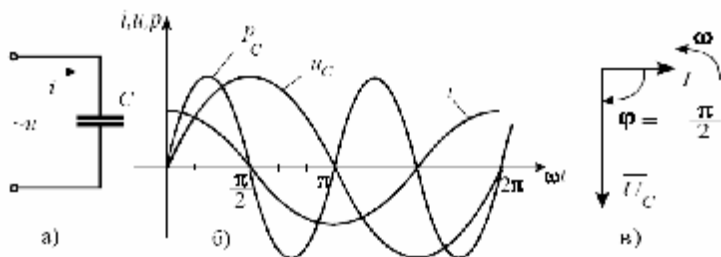

Рис. 3. Схема, временная и векторная диаграммы цепи с идеальным емкостным элементом
Если цепь переменного тока содержит конденсатор с емкостью C , к которому приложено синусоидальное напряжение u (рис. 3(а)):
Из (15) следует, что ток в цепи с емкостью опережает приложенное напряжение на угол $\frac{\pi}{2}$. Временная и векторная диаграммы изображены на рис. 3(б) и 3(в).
График мгновенной мощности приведен на рис. 3(б). В первую четверть периода направления напряжения и тока совпадают и $p > 0$, т.е. емкостной элемент потребляет энергию от источника, которая запасается в электрическом поле. Во вторую четверть периода направления напряжения и тока противоположны, $p < 0$, т.е. емкостной элемент является источником и отдает запасенную в электрическом поле энергию.